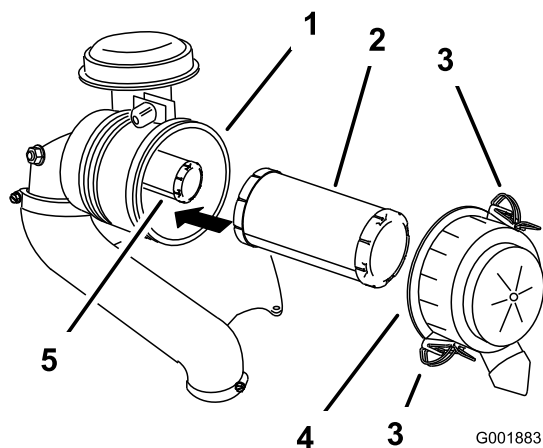

Bild 26
3. Lösen Sie die Riegel am Luftfilter und ziehen Sie die Abdeckung von der Luftfilterabdeckung ab (Bild 26).
5. Schieben Sie den Hauptfilter vorsichtig aus dem Luftfiltergehäuse heraus (Bild 26).
2. Wenn Sie den Sicherheitsfilter auswechseln, schieben Sie ihn vorsichtig in das Filtergehäuse (Bild 26).
3. Schieben Sie den Hauptluftfilter vorsichtig auf den Sicherheitsluftfilter (Bild 26).
4. Bringen Sie die Luftfilterabdeckung so an, dass die Seite mit **Up** nach oben zeigt, und rasten Sie die Riegel ein (Bild 26).